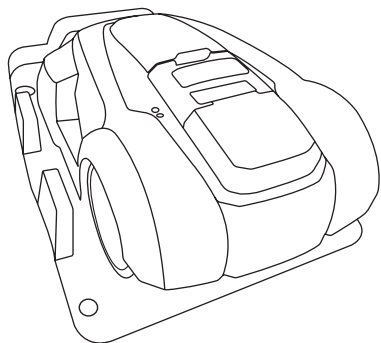

Figure 1
- Positionnez le robot sur sa base (Figure 1).